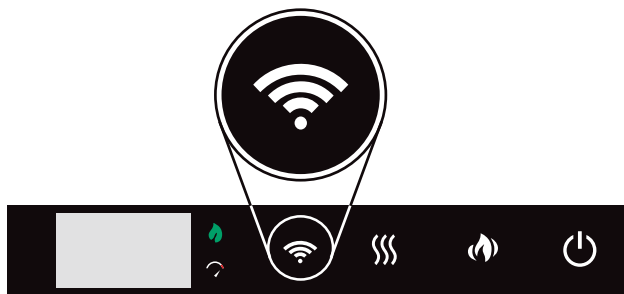

Fig. 2
2. Appuyez sur le bouton Wi-Fi du panneau de commande de l'appareil et maintenez-le enfoncé pendant 10 secondes (**Fig. 2**).